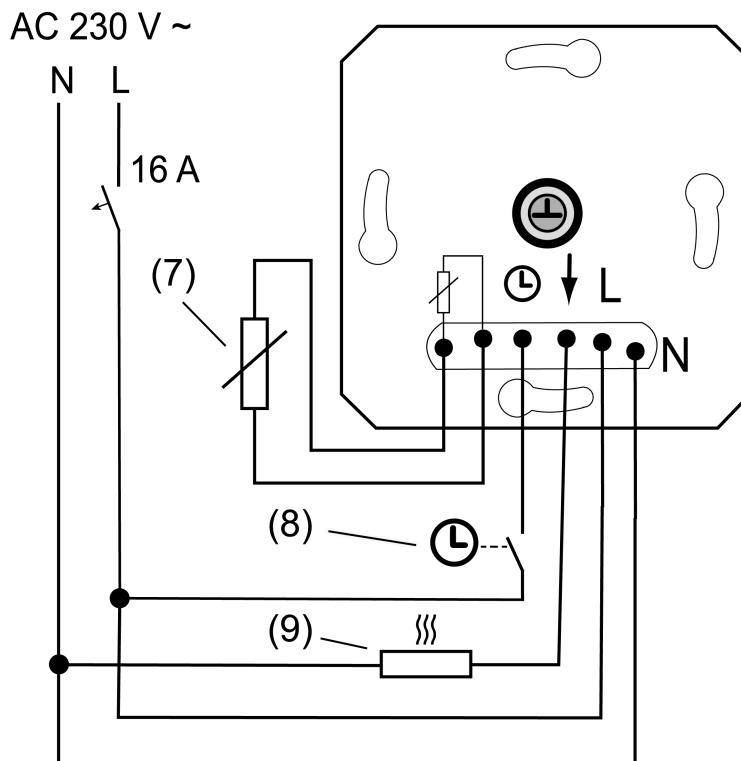
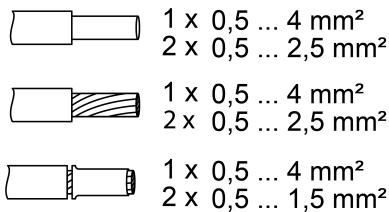

рисунок 2: Пример подключения вставки
рисунок 3: Сечение провода под клемму
(7) Внешний датчик температуры (дистанционный датчик)
(8) Контакт для переключения центральных часов
(9) Электрическая система отопления в полу
- Подключите вставку (1) согласно монтажной схеме (см. рисунок 2). Соблюдайте сечение проводов (см. рисунок 3).
- В виде опции можно подключить вход в режиме ECO Ⓜ через контакт переключения центральных часов (8). При 230 В на входе настроенная заданная температура понижается на 4 °C.